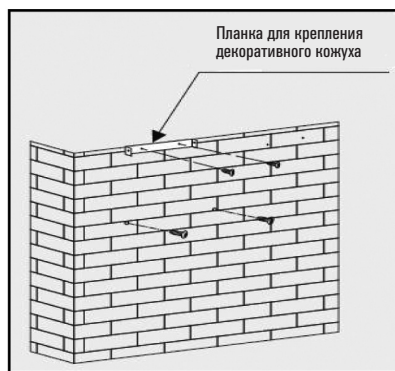

Рис. 9.1
1. Прежде чем приступить к сверлению отверстий под дюбели в стене необходимо произвести разметку. Для этого измерьте на вытяжке расстояние между центрами отверстий, предназначенных для подвешивания вытяжки на стену. На нужной высоте начертите горизонтальную линию на стене по уровню. На этой линии наметьте точки, расстояние между которыми должно равняться расстоянию, измеренному между центрами отверстий для подвешивания вытяжки (рис. 9.1)
6. Повесьте корпус вытяжки на ранее установленные установочные винты и установите на вытяжку ранее собранные декоративные кожуха. Выдвинув кожуха на необходимую высоту, наметьте точки крепления планки для крепления декоративных кожухов (рис. 9.1; 9.4)
11. Установите планку крепления декоративного кожуха, закрепив её винтами в ранее просверленные отверстия (рис. 9.1)